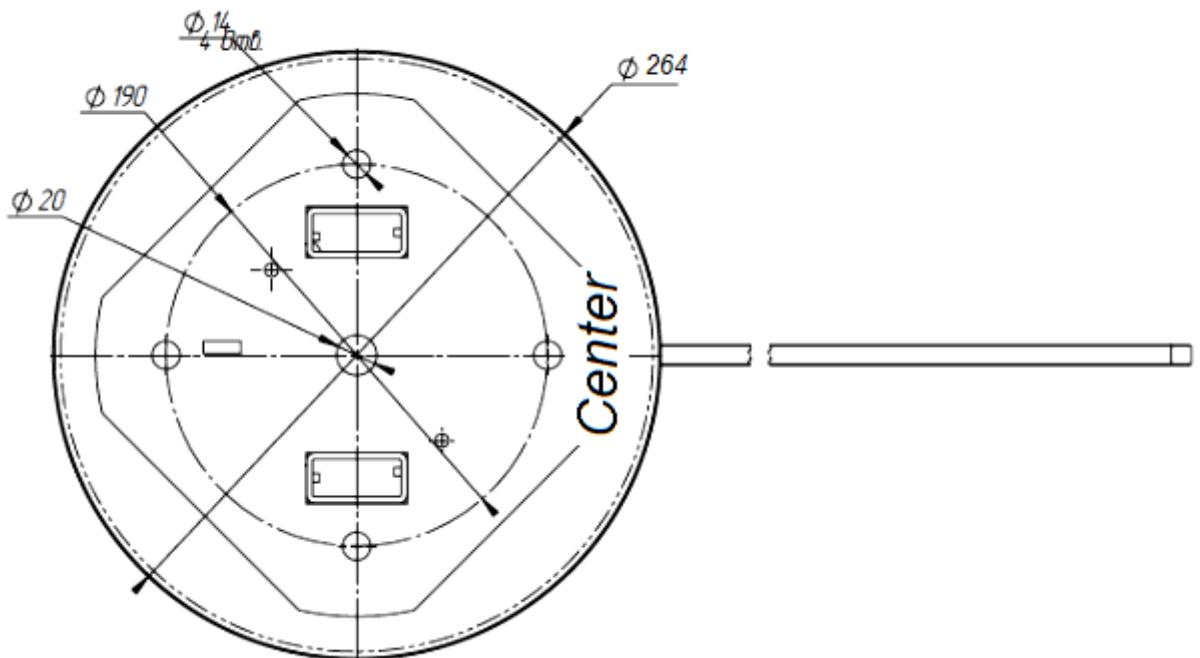

Рисунок 8 – Установочные размеры площадки
4.2.5 Рисунок 8 – выполнить разметку и просверлить 4 отверстия диаметром 16 мм в полу под анкера крепления стойки калитки.